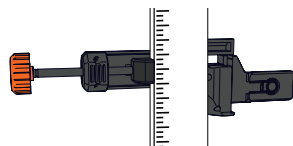

Figura 24
3. Mantenga presionado el botón de liberación de la abrazadera para cerrar la perilla de la abrazadera en la varilla para rasante. Gire la perilla de la abrazadera para apretar aún más la abrazadera hasta que quede bien fija. (Figura 24)